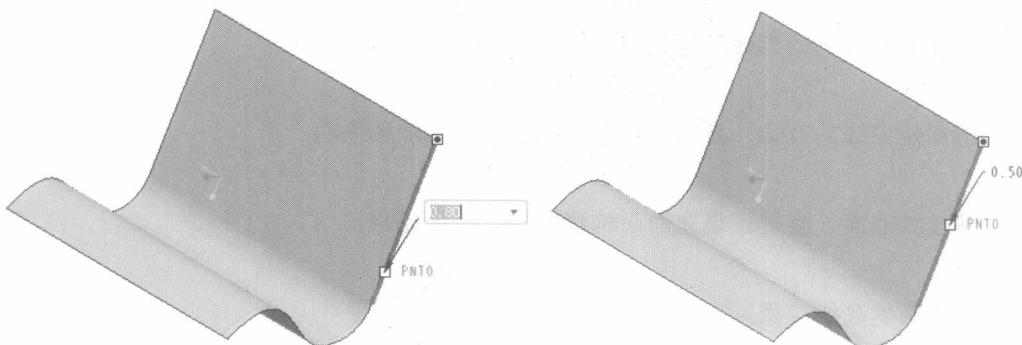

图 2-3 修改偏移值
**Step2：**要更改偏移值可以双击边界上的数值，输入参数即可，如输入“0.5”，点将位于边界中间处，如图 2-3 所示。